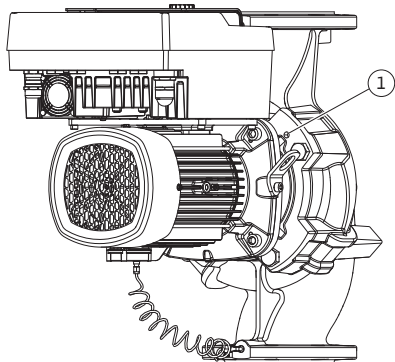
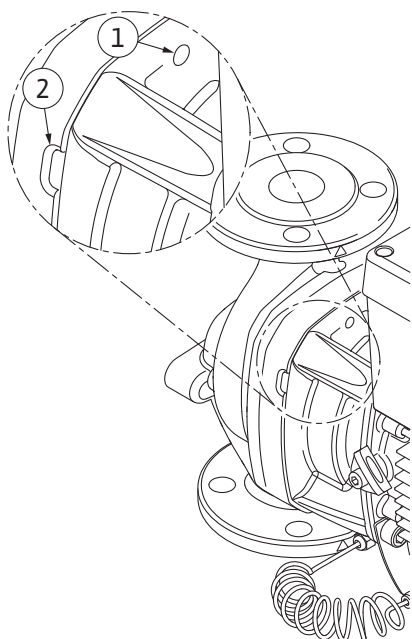

Fig. 108: Moottori-juoksupyöräyksikön painaminen ulos kierreareikien kautta
Fig. 109: Kierreaukot ja lovet, joita käytetään moottori-juoksupyöräyksikön irrottamiseen pumpun pesästä
12. Avaa pumpputyypissä (Fig. III, IV) ruuvit, pos. 29. Käytä niiden vieressä olevia kahta kierreareikää (Fig. 108, pos. 1) ja sopivia, asiakkaan hankkimia ruuveja (esim. M10 x 25 mm). Paina moottori-juoksupyöräyksikkö irti pumpun pesästä. Käytä pumpputyypissä (Fig. I ja Fig. II) kahta kierreareikää M10 (katso Fig. 108) ja sopivia, asiakkaan hankkimia ruuveja (esim. M10 x 20 mm). Irti painamiseen voidaan käyttää myös uria (Fig. 109, pos. 2). Käytä esim. kahta ruuvitalttaa vipuina. Kun moottori-juoksupyöräyksikköä on painettu irti n. 15 mm, moottori-juoksupyöräyksikkö ei enää ole pumpun pesässä.